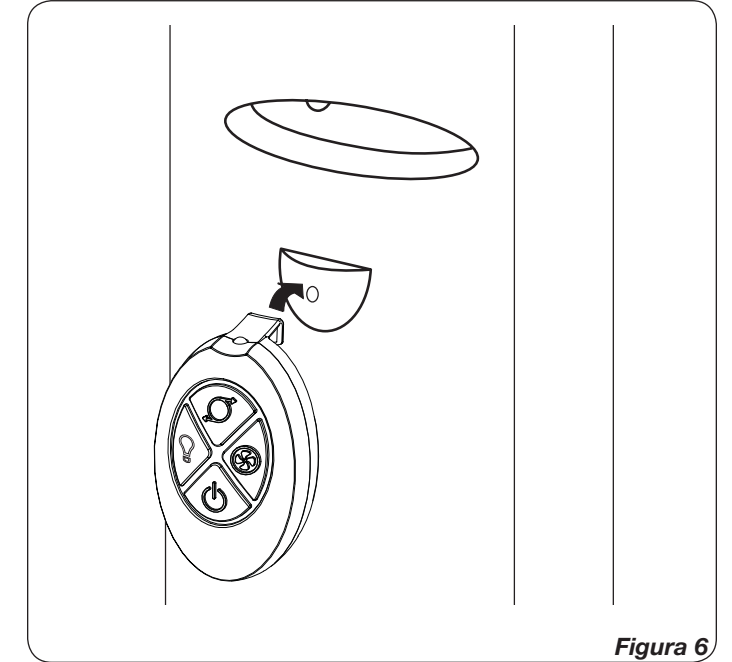

Figura 6
4. El gancho del mando a distancia se localiza en la espalda de Ventilador. (*Figura 6*)